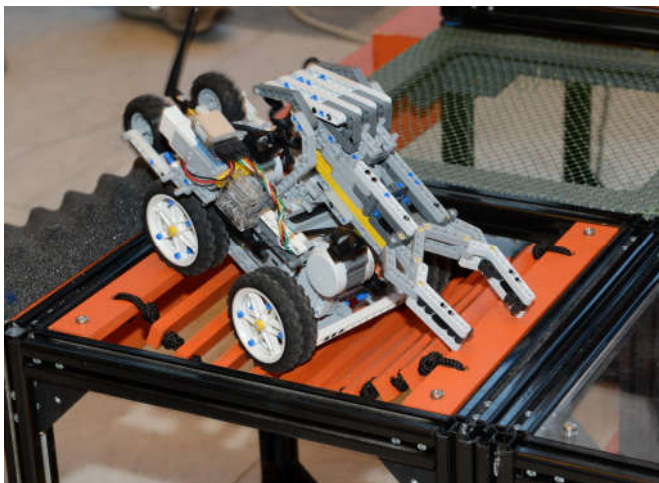

Рисунок 11 - «Подвесной мост»
- 1.5.10. **Подвесной мост** – участок, расположенный на втором этаже, представляет собой подвесной веревочный мост, состоящий из деревянных ребер, набранных на нейлоновый шнур. (рисунок 11). Мост немного провисает.